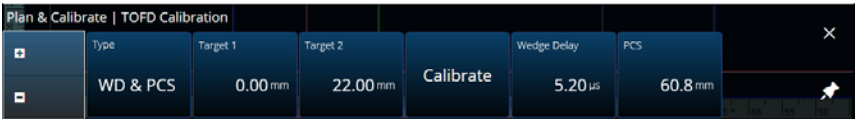

Figura 4-8 Calibração de TOFD — WD e PCS
Na aba **TOFD Calibration** (calibração de TOFD), você pode calibrar o grupo TOFD de modo que as leituras do cursor sejam convertidas em profundidade em vez de tempo. Isso normalmente é feito durante a análise, mas pode ser feito antes. A calibração de TOFD tem um processo simplificado e é feita fora do assistente de calibração. Para acessar as opções de **TOFD Calibration** (calibração de TOFD), vá para **Plan & Calibrate > TOFD Calibration** (planejamento e calibração > calibração de TOFD) (Figura 4-8 na página 190 e Tabela 78 na página 191).
1. Escolha o tipo de calibração (Figura 4-8 na página 190 e Tabela 78 na página 191).